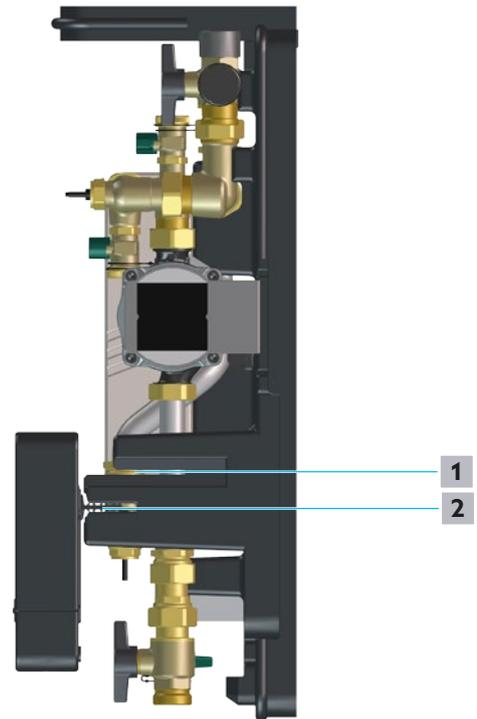

Fig. 21: Position de montage
- 2 Tourner le régulateur et le fixer dans la position de montage comme illustré sur la Fig. 21 en page 26.